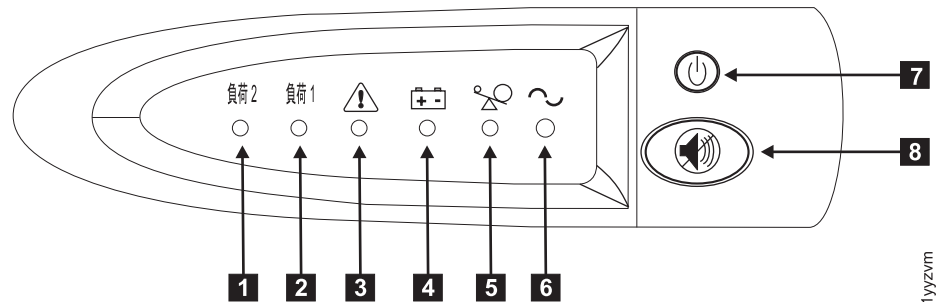

図 17. 2145 UPS-1Uのフロント・パネル・アセンブリー
8. オン/オフ・ボタン (図 17 の **7**) を約 5 秒間押したままにします。オン/オフ・ボタンを押すのに、先が尖った道具 (ねじ回しなど) を使用する必要があります。2145 UPS-1Uが自己診断テストを行う間、フロント・パネル・インディケータは始動シーケンスを循環します。